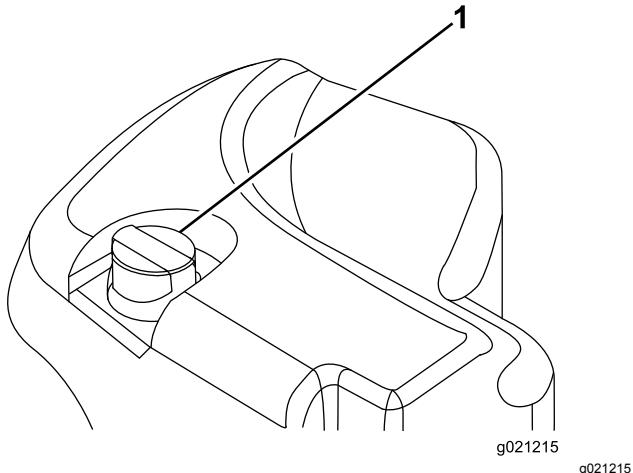

Figura 30
2. Limpe a zona em redor do tubo de enchimento e da tampa do depósito hidráulico (Figura 30). Retire a tampa do tubo de enchimento.